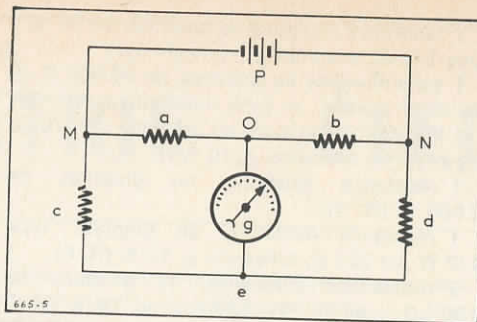

Fig. 5
(Fig. 5)
Ce système, dont il est question au paragraphe XII, est dû au physicien anglais du même nom. Le principe de ce système est le suivant : supposons 4 résistances a, b, c, d réunies à leurs extrémités pour former une sorte de quadrilatère (fig. 5). Si les 4 résistances sont égales et si l'on relie deux points opposés O et e de ce quadrilatère à un galvanomètre (g) tandis que deux autres sommets opposés M et N sont reliés à une pile (P), on constatera que malgré la pile fournissant du courant il ne se passe rien dans le galvanomètre, ou en d'autres termes il n'y a aucune différence de potentiel entre les points 0 et e. Mais cette propriété existe encore si les 4 résistances ne